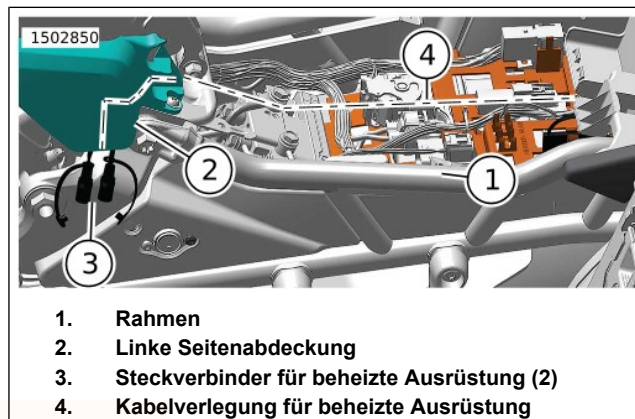

Abbildung 45. Verlegung des Steckverbinders für beheizte Ausrüstung
3. Abbildung 45 Den Kabelbaum für beheizte Ausrüstung zur linken Seitenabdeckung (2) hin verlegen (4).
4. Den Kabelbaum hinter der linken Seitenabdeckung (2) an der Rückseite nach unten führen.